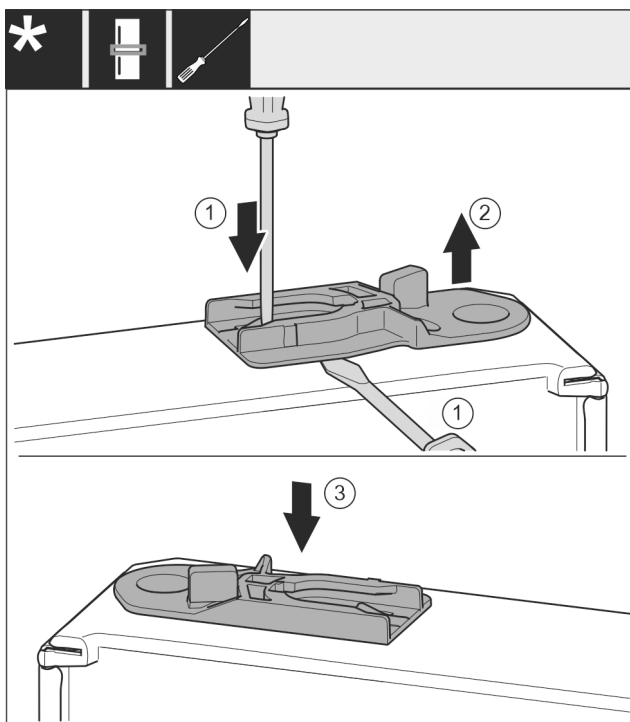

Fig. 26
- ▶ Izvucite čahuru za vođenje: Odvijačem s ravnom glavom pritisnite spojnicu Fig. 26 (1) i istodobno umetnite odvijač s ravnom glavom ispod čahure za vođenje Fig. 26 (2). Uređaji s prigušivačem zatvaranja:
- ▶ Gurnite isporučenu čahuru za vođenje Fig. 26 (3) na drugoj strani uređaja.